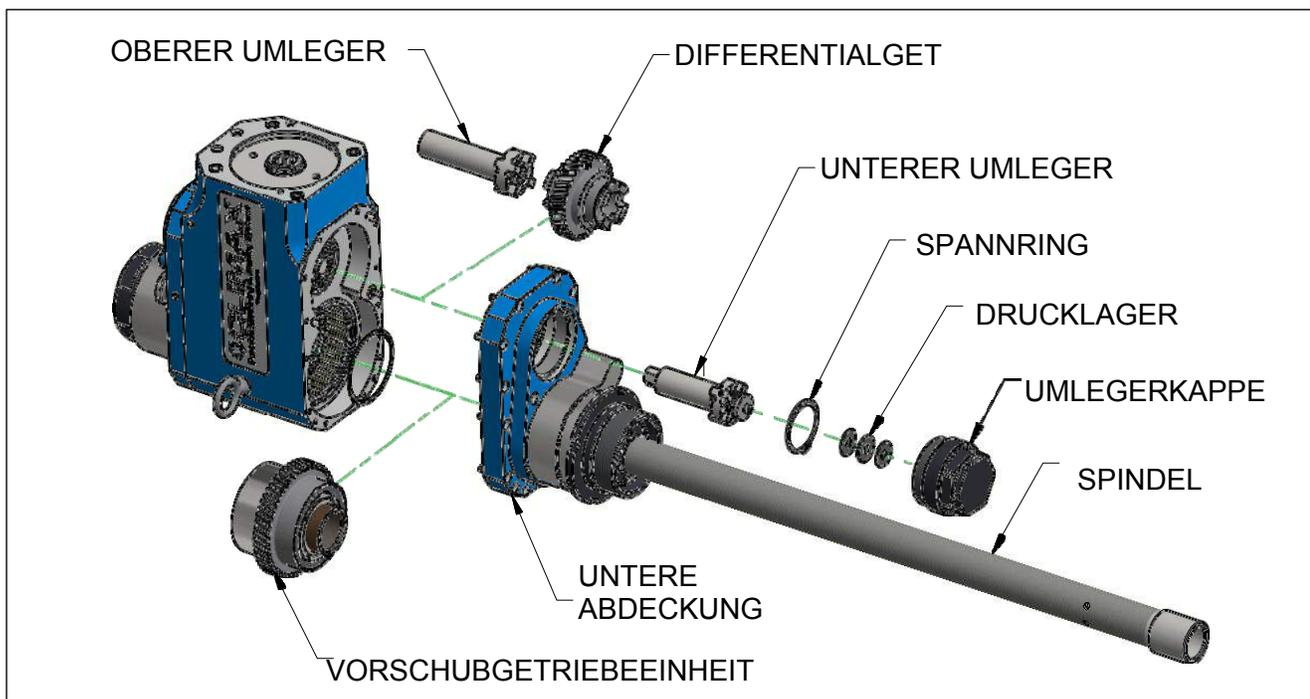

ABBILDUNG 5-4. GETRIEBEEINHEIT
2. Trennen Sie die untere Gehäuseabdeckung und die Spindel vom Getriebe, bis das obere Ende der Spindel frei von dem Hauptgetriebe ist. (Abbildung 5-4).
3. Sie haben nun Zugriff auf den Differentialgetriebesatz und die Spindel (Abbildung 5-4). Zum Austausch des Differentialgetriebesatzes siehe Abschnitt 5.4.4 bis Abschnitt 5.4.8. Um die Spindel zu ersetzen, siehe Abschnitt 5.4.9.
Beziehen Sie sich bei dem Folgenden auf Abbildung 5-4: